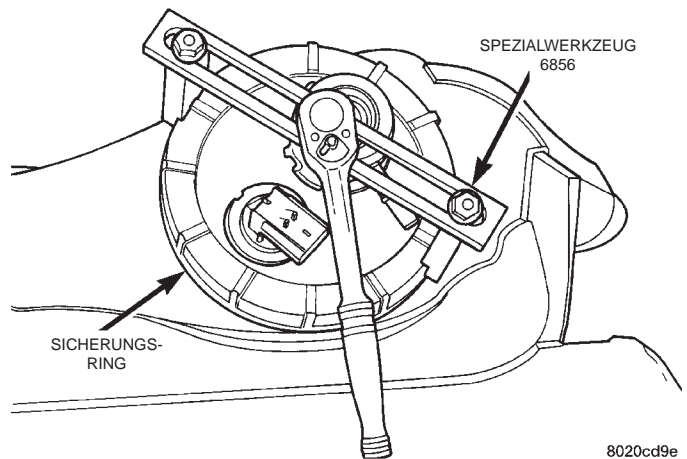

Abb. 47 Ausbau, Sicherungsring/Kraftstoffspeicher
(1) Das Minuskabel von der Batterie abklemmen.
(2) Den Kraftstoff aus dem Kraftstoffbehälter in einen Speicherbehälter oder in einen korrekt mit **Dieselmotoröl** gekennzeichneten Kraftstoffbehälter vollständig absaugen.
(3) Das Fahrzeug mit einer Hebebühne anheben.
(4) Den Kraftstoffbehälter mit einem Getriebeheber abstützen. Die Schrauben der Haltebügel des Kraftstoffbehälters demontieren. Den Kraftstoffbehälter leicht absenken.
(5) Den Bereich um den Kraftstoffspeicher und den Kraftstoffbehälter reinigen, damit weder Schmutz noch Fremdkörper in den Kraftstoffbehälter gelangen.
(6) Die Kraftstoffleitungen durch Zusammendrücken der Halter der Schnelltrennkupplungen mit Daumen und Zeigefinger von der Kraftstoffpumpeneinheit demontieren.
(7) Den Steckverbinder der Einheit von Sperrstellung auf Entriegelt schieben.
(8) Auf den Halter des Steckverbinders drücken und dann den Steckverbinder von der Einheit abziehen.
(9) Mit dem Spezialwerkzeug 6856 den Kunststoff-Sicherungsring entgegen dem Uhrzeigersinn abschrauben, um so die Kraftstoffpumpeneinheit zu lösen (Abb. 47).